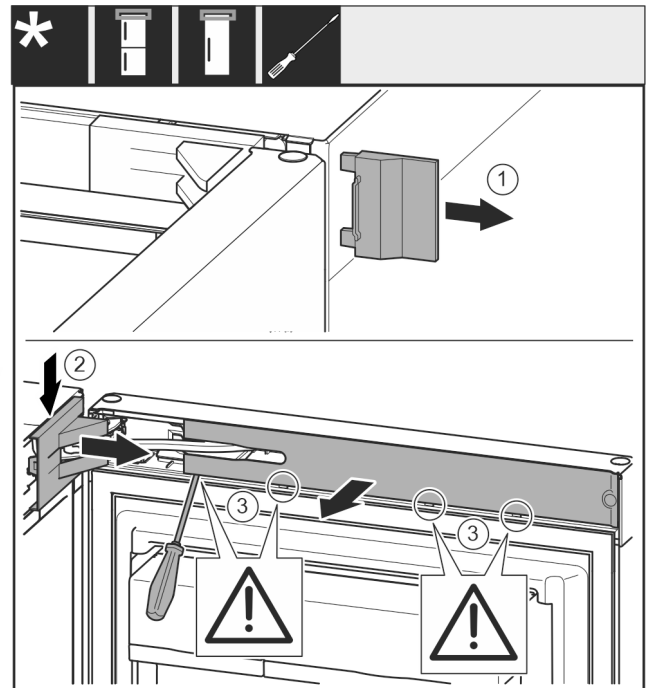

Fig. 7
- Ta bort det yttre skyddet. Fig. 7 (1)
- Haka av lagerbocksskyddet och lossa det. Ta bort lagerbocksskyddet. Fig. 7 (2)
- Lossa panelen med hjälp av en spårskruvmejsel och vrid den åt sidan. Fig. 7 (3)